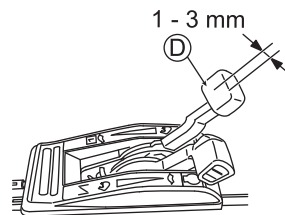

Fig. 27
Régalez le jeu du levier de changement de vitesse (D) à 1 - 3 mm ainsi qu'illustré dans la Fig. 27.
3. Démarrez le moteur et vérifiez que la vitesse de tonte change lorsque vous activez le levier de changement de vitesse (D).